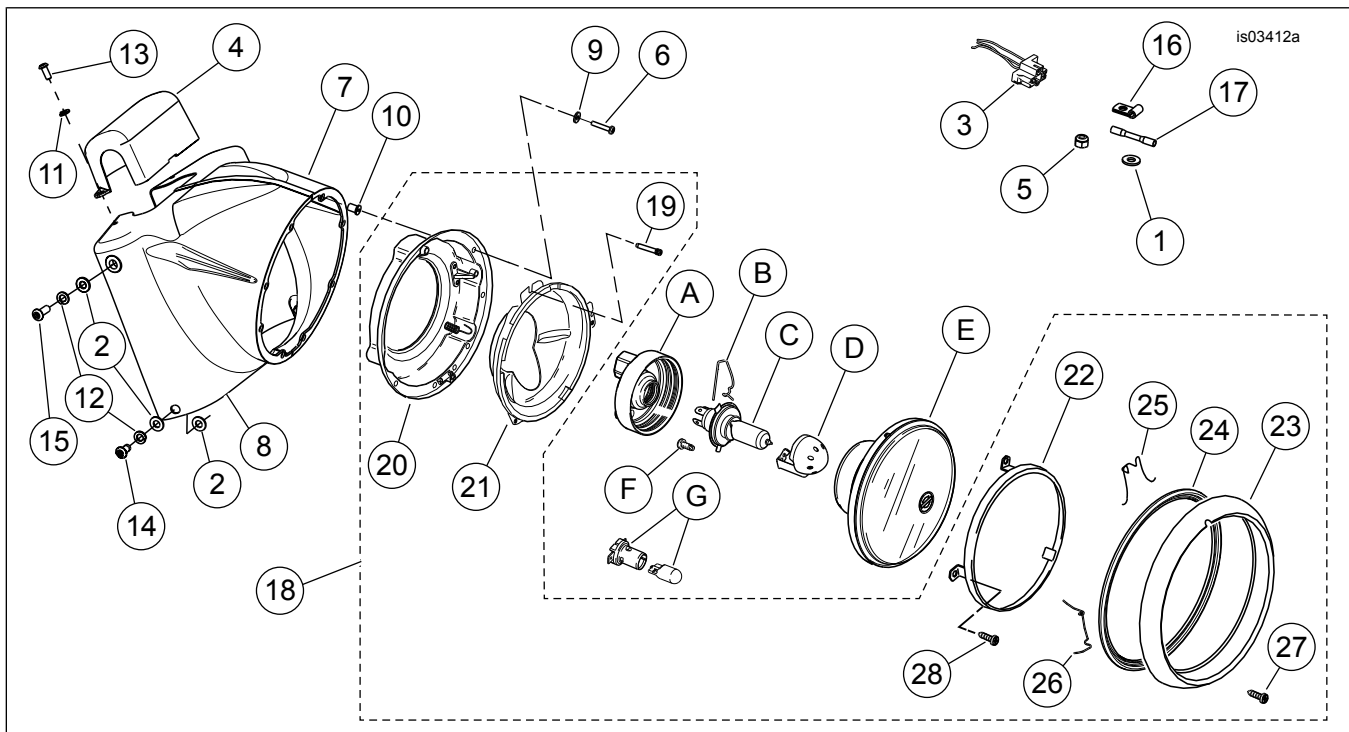

Figura 10. Piezas de servicio, kits de nacela del faro delantero estilo Freight Train
- Instale la abrazadera del elevador (3) en los elevadores (1 y 2) sobre el manillar usando los cuatro tornillos (4) del kit.
- Vea la Figura 10. Instale las tuercas wellnut (10) dentro de los agujeros en las mitades de la nacela. Instale el lado derecho de la nacela (7):
- Sujete la parte inferior de la nacela a la pieza de soporte de la horquilla con un tornillo de 16 mm (5/8 in) de largo (14), una arandela de seguridad (12) y dos arandelas planas (2). Coloque una arandela plana tanto en el interior y como en el exterior de la nacela para alinear la nacela al mismo nivel de las cubiertas de los deslizadores de la horquilla. Deje flojos los tornillos sujetadores.
- Sujete la parte superior de la nacela con un tornillo de 22 mm (7/8 in) de largo (15), una arandela de seguridad (12) y una arandela plana (2). Coloque la arandela plana en el exterior de la nacela. El tornillo no debe llegar al fondo en el agujero. Deje flojos los tornillos sujetadores.
- Empalme el arnés del faro delantero (3) con los cables cortados en el paso 6:
- Inserte el extremo de cada cable que se está empalmado en los extremos opuestos de un conector de empalme sellado (17).
14. Vea la Figura 10. Sujete la línea del freno, en la parte trasera de la pieza del lado derecho de la nacela, con las dos abrazaderas de retención de la línea del freno (16) del kit. Sujete las abrazaderas de retención a la pieza del lado derecho de la nacela con los tornillos de casquete originales de 16 mm (5/8 in) de largo, las arandelas planas con un diámetro interior de 6,4 mm (1/4 in) (1) y las tuercas de seguridad (5) (la arandela se instala debajo de la tuerca).
17. Instale el conjunto del faro delantero y el cubo en la nacela usando las ocho arandelas (4) y los tornillos (5) del kit.
18. Vea la Figura 10. Coloque la cubierta del manillar (4) en su posición y asegure con los tornillos de 16 mm (5/8 in) de largo (13) y las arandelas de seguridad (11).
4. Vea la Figura 10. Instale el conjunto del anillo decorativo del faro delantero (23 al 26) con el tornillo (27).